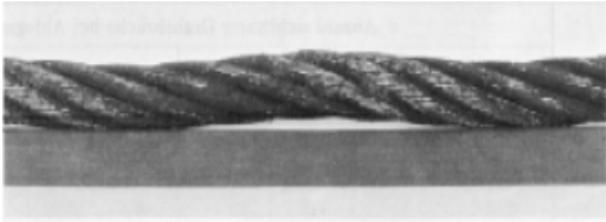

Abbildung 7: Drahtseil mit korkenzieherartiger Verformung
- Vorhandene Beschädigung am Seil (vgl. Abbildung 7 bis Abbildung 12)